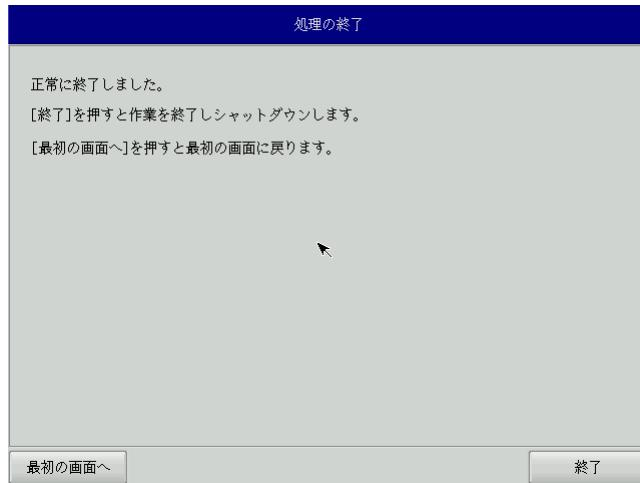

図 6-3-6. 終了画面
- ⑪ 終了画面（図 6-3-6）が表示されるとバックアップ作業は完了です。[終了]ボタンを押して電源を落してください。